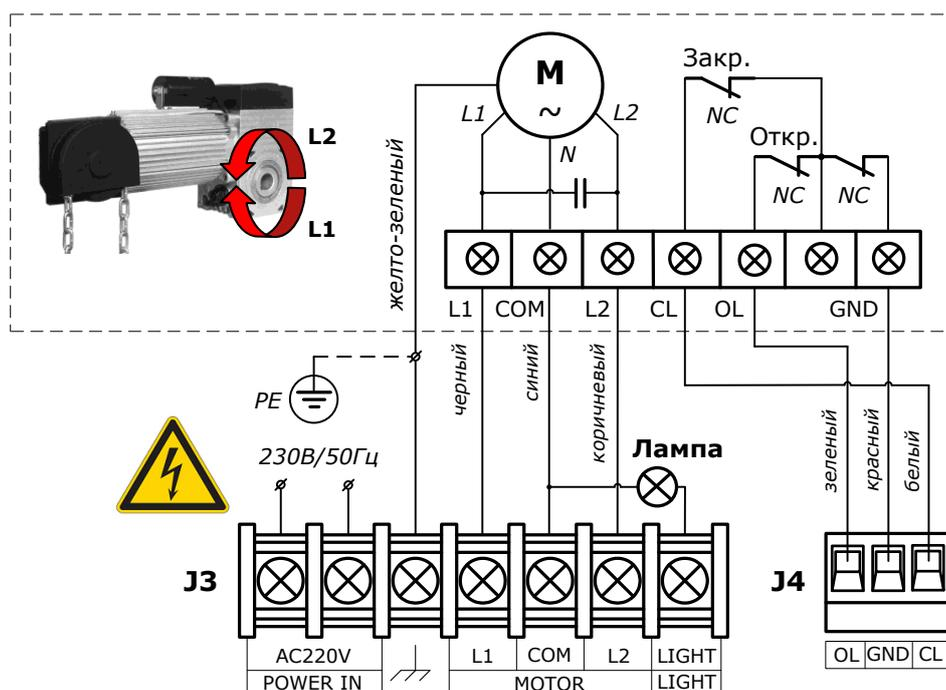
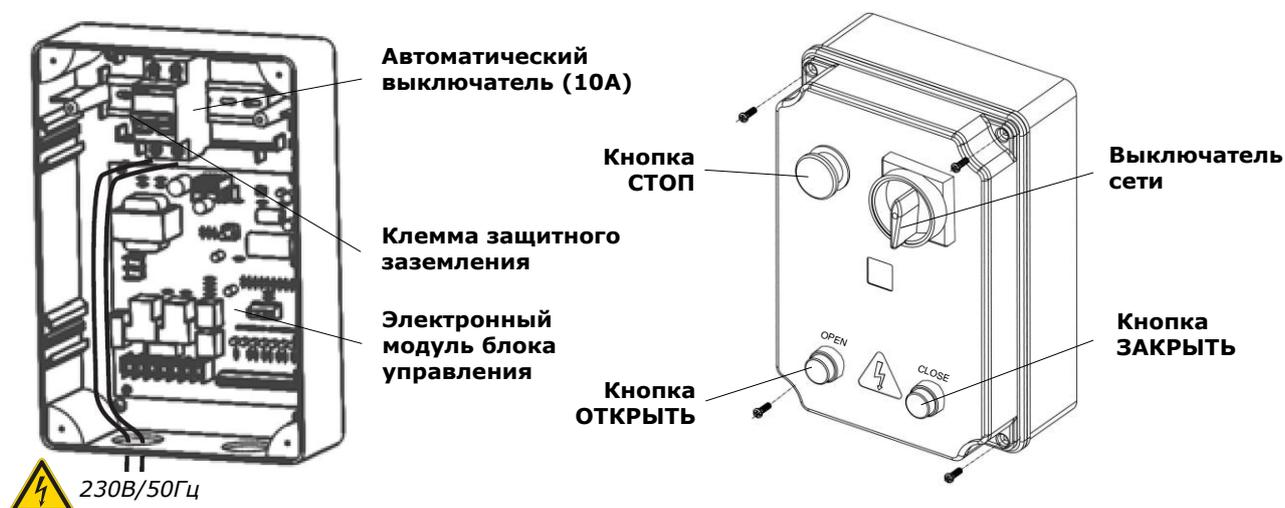

Рис. 7. Электрические подключения привода к блоку управления
Рис. 9. Блок управления DGT-C06
При подключениях электродвигателя и выключателей конечных положений (Рис. 7) используйте предлагаемые кабели из комплекта привода (Таблица 1), четырехжильный (4G1,5мм²) и трехжильный (3×0,5мм²) соответственно.
Для сигнализации о движении ворот к блоку управления привода может быть подключена проблесковая лампа (Рис. 7) 230В, макс. 60Вт. Проблесковая лампа подключается к клеммам «LIGHT» и «COM».
Подведенные к блоку управления питающие провода электрической сети подключите к автоматическому выключателю (Рис. 9). Провод защитного заземления подключите к клемме защитного заземления блока управления, расположенной рядом с автоматическим выключателем. Все подключенные к блоку управления кабели и провода должны быть связаны и закреплены, для этого воспользуйтесь стяжками из комплекта блока управления.
- Переведите автоматический выключатель (Рис. 9) во включенное положение - ON.
- Проверьте наличие индикации на электронном модуле блока управления согласно таблицы 7. Если индикации нет или не соответствует требуемой, отключите блок управления и внимательно проверьте все подключения (сверьтесь с разделом «9. Неисправности и рекомендации по их устранению»). Если к приводу подключены фотоэлементы, необходимо проверить приемник (RX). Если индикатор приемника не светится или моргает, это означает, что сигнала нет или сигнал прерывается из-за неточной регулировки фотоэлементов.
- С помощью кнопок ОТКРЫТЬ (OPEN) и ЗАКРЫТЬ (CLOSE) проверьте, что движение полотна ворот осуществляется в требуемых направлениях. Если направление вращения выходного вала привода не совпадает с требуемым, отключите электрическую сеть и поменяйте местами провода подключения на клеммах «L1» и «L2» (Рис. 7).